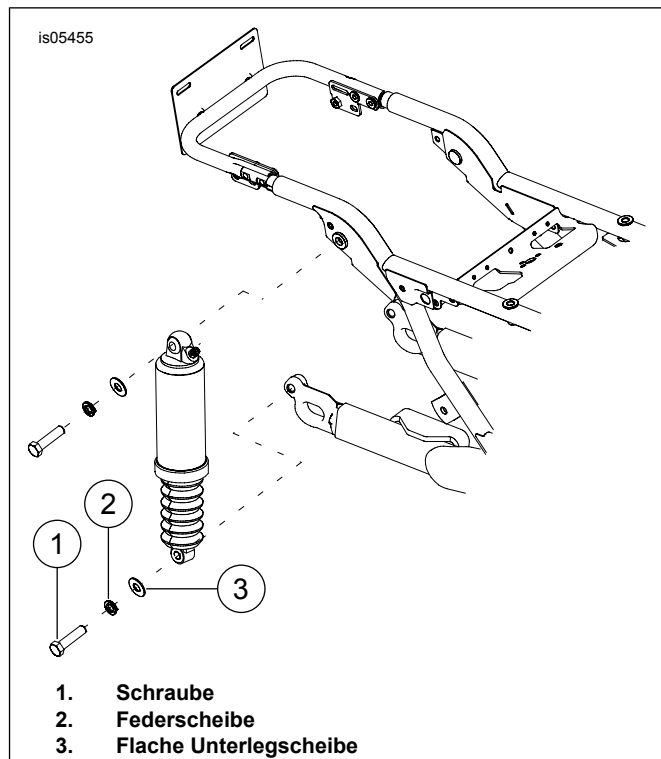

Abbildung 3. Ausbau des Hinterradstoßdämpfers
8. Siehe Abbildung 3 >. Die unteren Befestigungsschrauben (1), Federscheiben (2) und flache Unterlegscheiben (3) von den Stoßdämpfern entfernen.